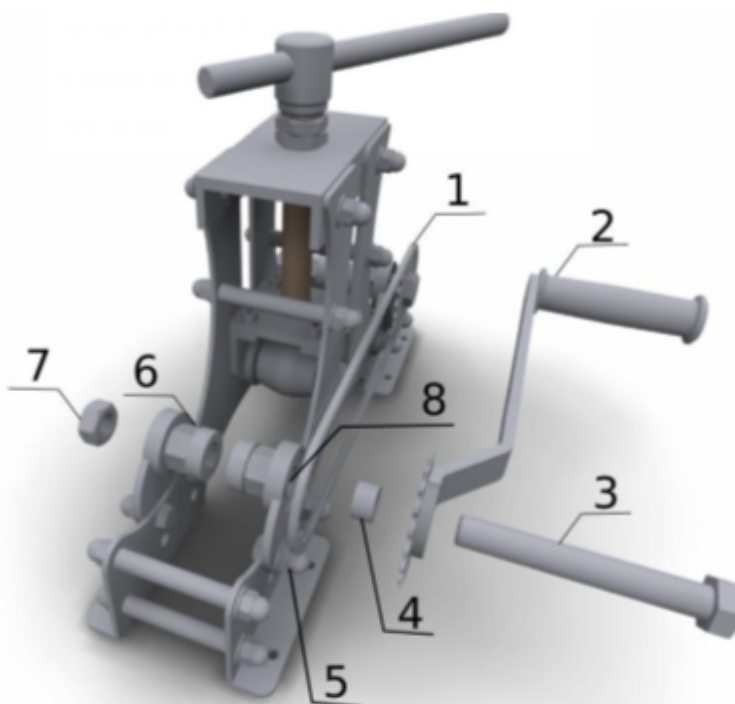

Рис. 5 Установка приводного вала
2. Для того, чтобы использовать трубогиб вам необходимо установить ручку. Для этого, используйте схему на Рис. 5, а именно: